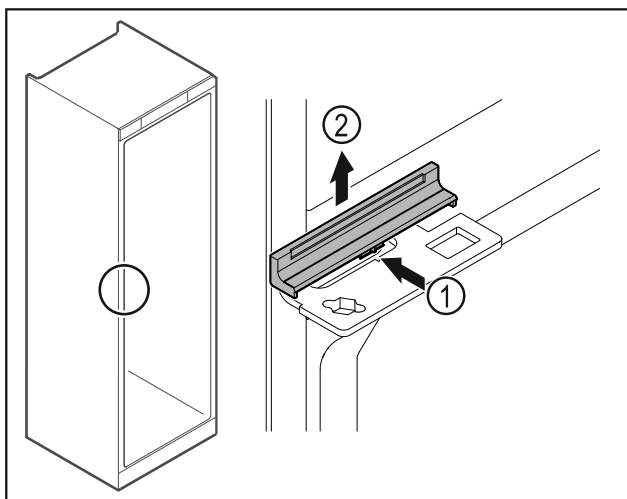

Fig. 43
- ▶ Finoman nyomja be a közepén a burkolatot Fig. 43 (1), és felfelé vegye le Fig. 43 (2).